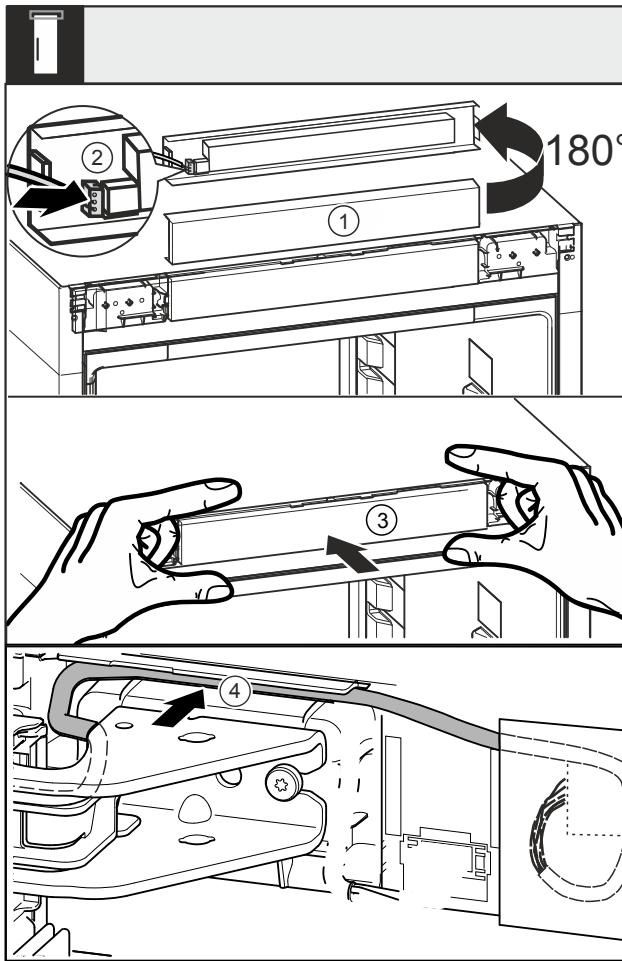

Fig. 40
- ▶ Gire la tapa ciega Fig. 40 (1) 180° hacia arriba.
- ▶ Encaje el conector macho Fig. 40 (2) en la tapa ciega del elemento de control.
- ▶ Encaje de nuevo la tapa ciega Fig. 40 (3) en el electrodoméstico.
- ▶ Coloque con cuidado el cable en la guía Fig. 40 (4) por encima del soporte del cojinete superior.